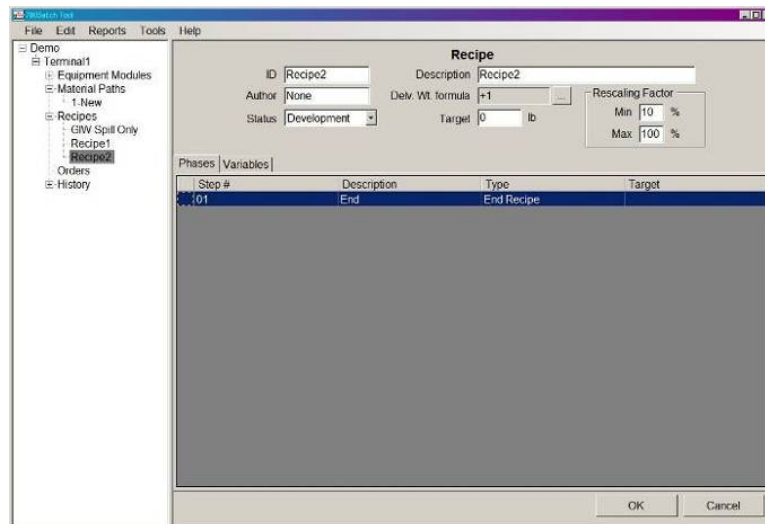

Figura 11-1: Receta, pantalla inicial – Fases
También se pueden agregar fases desde la pantalla de vista de receta (Figura 11-1), al hacer clic derecho sobre la fase que deberá seguir a la nueva fase. El tipo de fase se selecciona del menú contextual que aparece.
La Figura 11-1 presenta los tipos de fase que pueden agregarse a una receta.
- Al hacer clic en una fase en la lista de receta (Figura 11-1) se abrirá su pantalla de configuración.